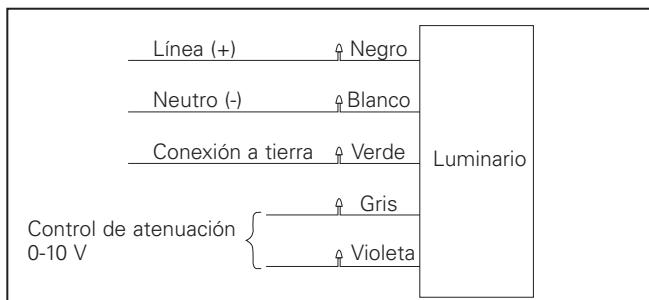

Figura 4A. Configuración estándar
4. Realice las conexiones eléctricas según el diagrama de cableado (Figura 4A, 4B o 4C).
6. Realice las conexiones de los conductos a la carcasa utilizando conexiones de conductos sellados aptas para exteriores. La opción de luminario C1 tiene una conexión de NPT de $\frac{1}{2}$ y la opción C2 tiene una conexión de NPT de $\frac{3}{4}$. Realice las conexiones de alimentación en la carcasa superior a los cables de la unidad del enchufe. Ver Figura 4A, 4B o 4C para informarse sobre las conexiones de cables.
- Realice las conexiones de cableado según el diagrama de cableado (Figura 4A, 4B o 4C)